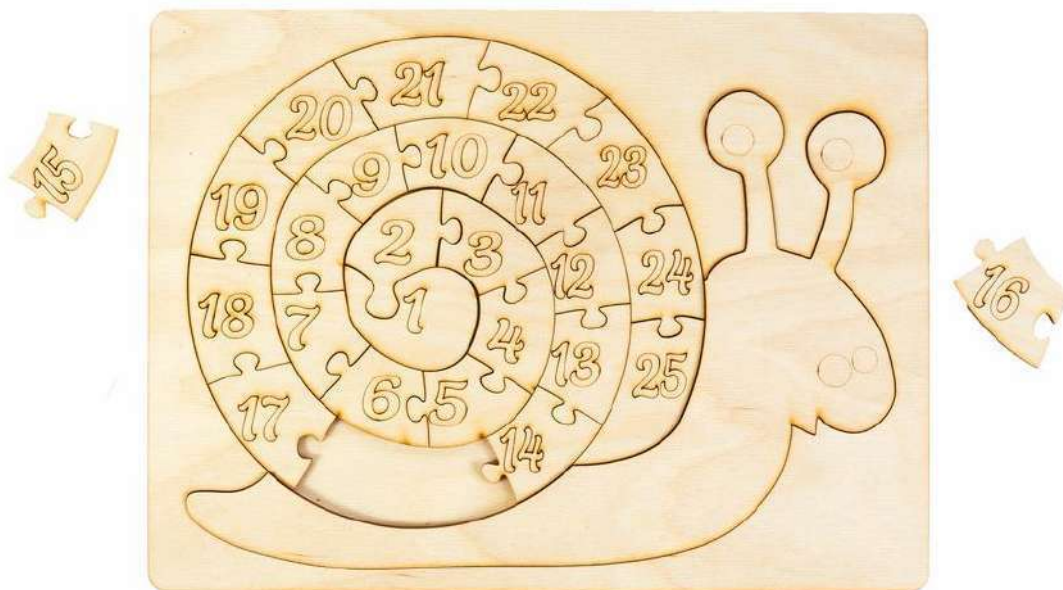

Рис. 1 Пример пазла
1. Спроектировать в графическом редакторе и изготовить на лазерно-гравировальном станке пазл (Рис. 1), согласно требованиям.